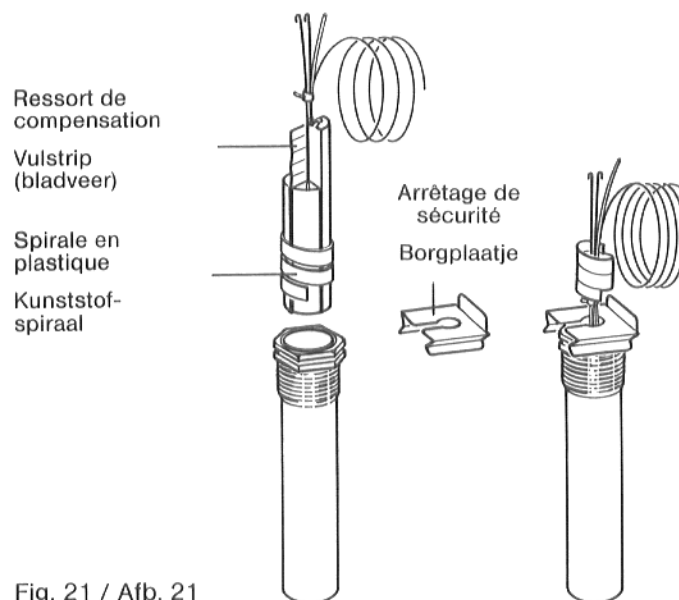

Fig. 21 / Afb. 21
La spirale en plastique recule automatiquement quand les sondes sont introduites (Fig. 21).
Le ressort de compensation doit être introduit dans le doigt de gant ensemble avec les sondes (Fig. 21).
10. Presser l'arrêtage de sécurité (faisant partie de la livraison du tableau de commande) du haut ou du côté sur la tête du doigt de gant (Fig. 21).
De kunststofspiraal schuift bij het in de dompelhuis steken, automatisch terug (Afb. 21).
De uit een bladveer bestaande vulstrip moet samen met de voelers in de dompelhuis worden geschoven (Afb. 21).
10. De borgplaat (is bij de levering schakelkast) vanaf de zijkant of vanaf de bovenkant op het bovengedeelte van de dompelhuis drukken (Afb. 21).